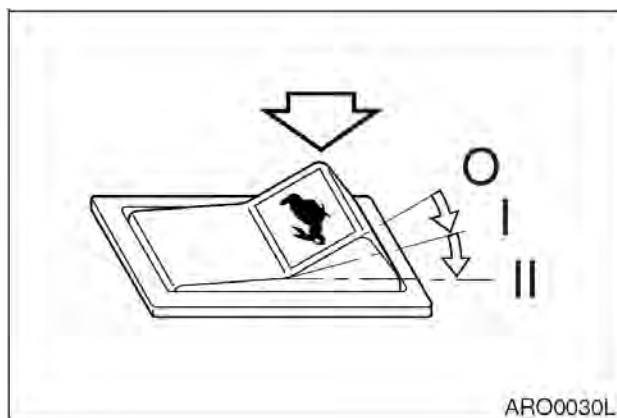

Рис. 11
5. Установить переключатель выбора скорости в выключенное положение "O" (OFF). См. рис. 11.